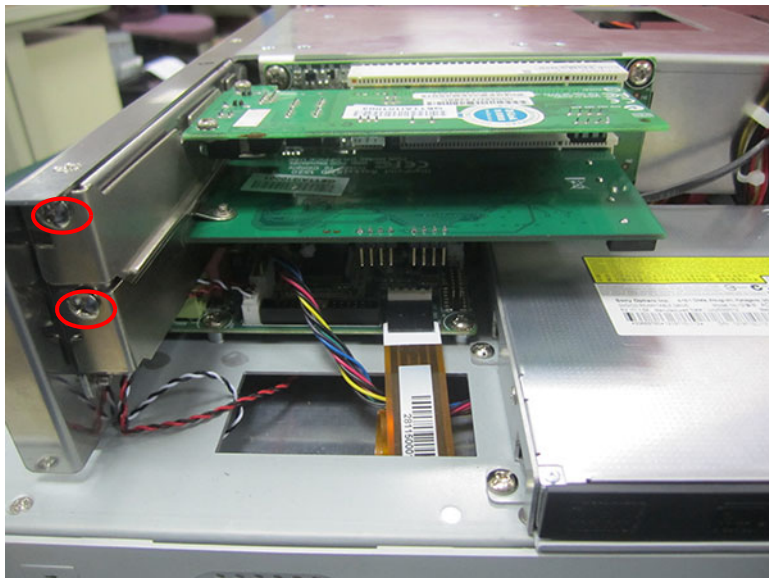

图 2.39:
3. 将卡片槽挡片取下，插上需要插的卡片（如图 2.39 所示），锁上螺丝盖上后壳即可。